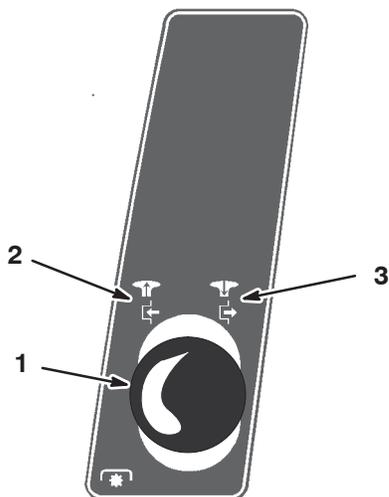

Figure 4
2. Tirez la commande des lames (PdF) en position Engagée (Fig. 4).
2. Poussez la commande des lames (PdF) en position Désengagée (Fig. 4).